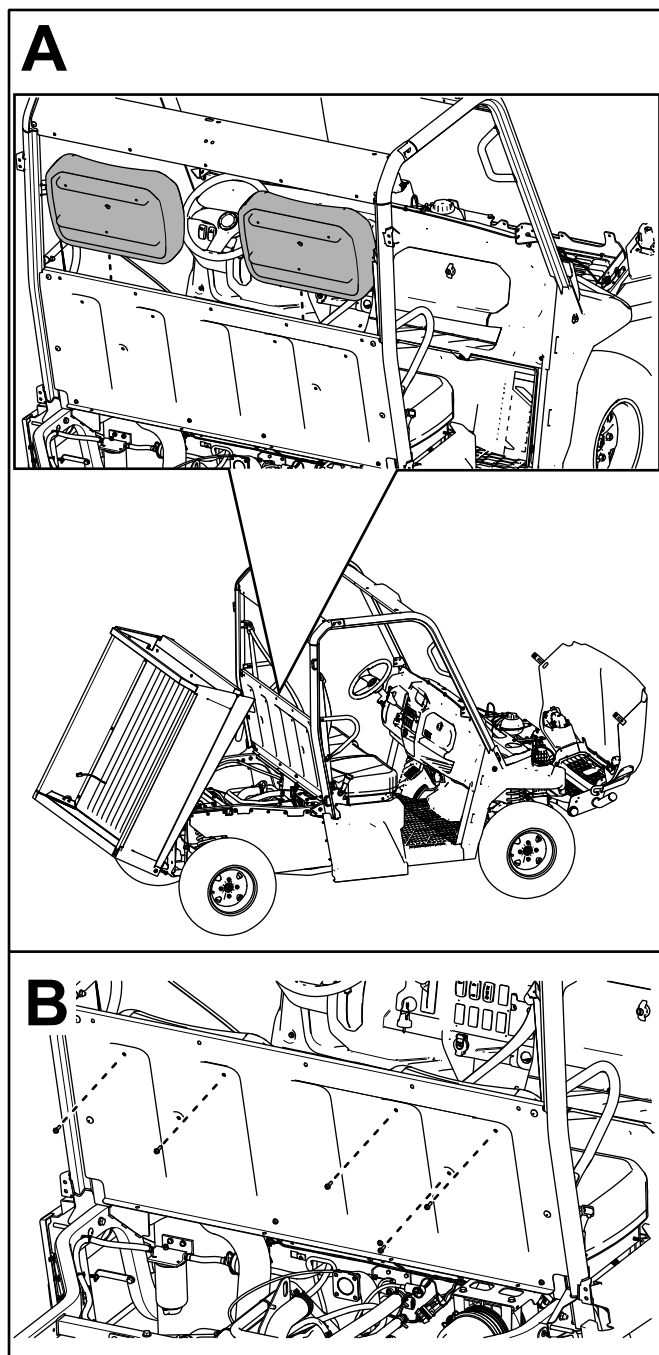

Figura 27
- E. Fissate gli schienali dei 2 sedili al pannello sedili utilizzando 5 bulloni a testa esagonale con rondella (1/4" x 3/4") come illustrato nella Figura 27.